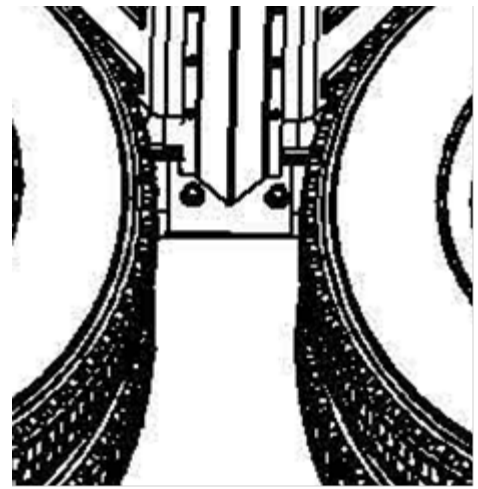

Figure 8
- C. Vérifiez que les équerres sont à moins de 10" du bas de l'aile pour éviter que le vent cause l'aile à toucher à la roue (Figure 8).